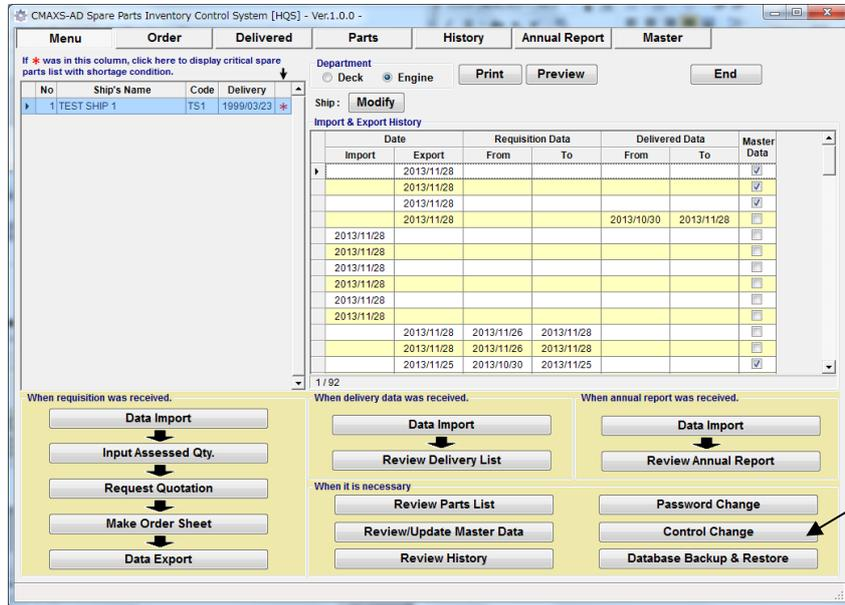

図 17-1 Menu 画面
(1) "Menu 画面" (図 17-1)上の[Control Change] ボタンを選択すると